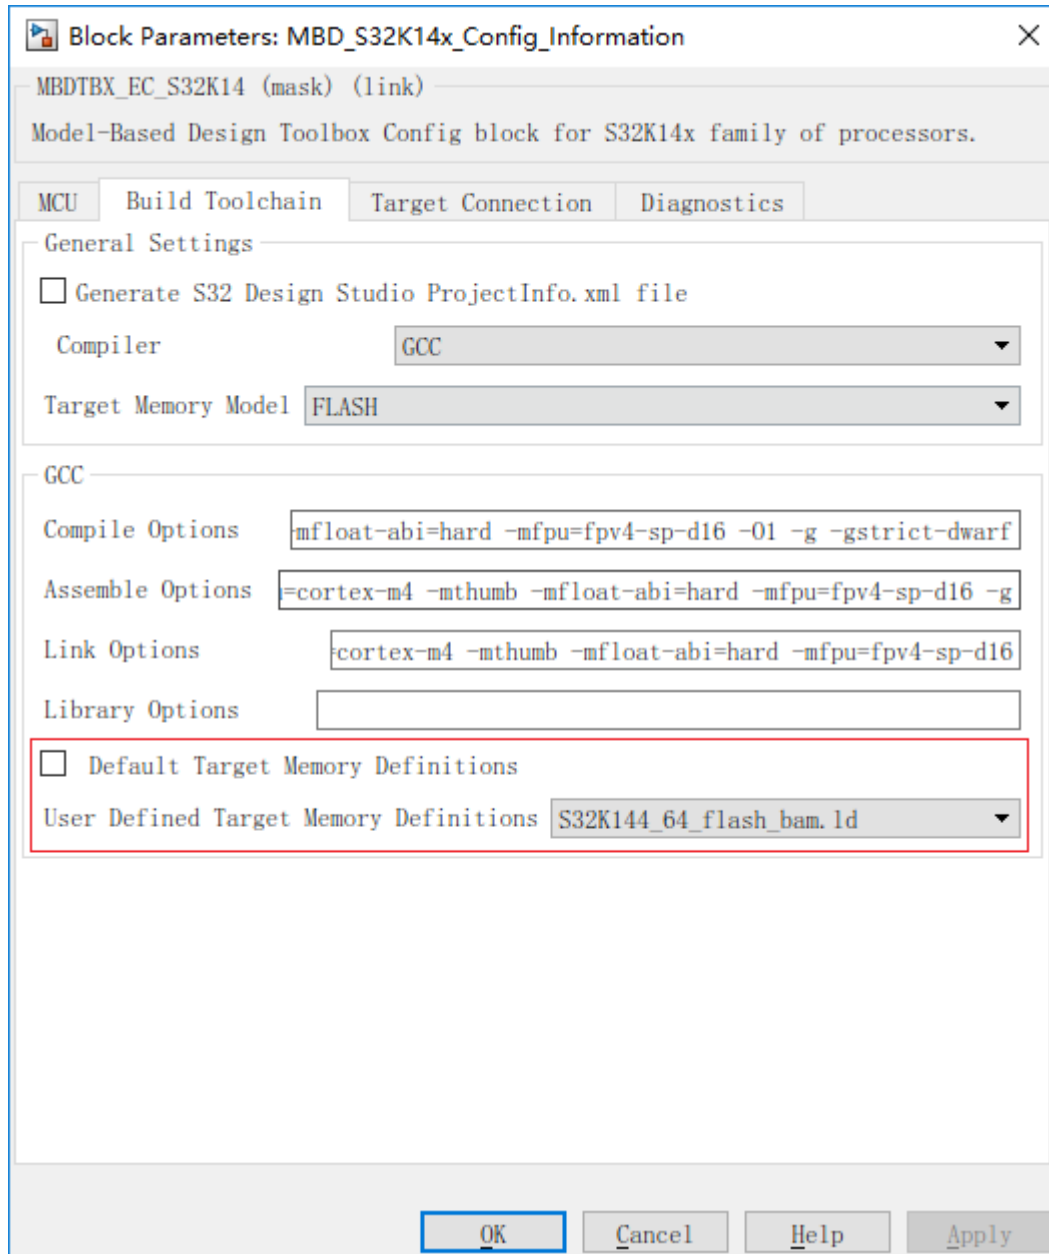

图 2-1 选择原有的 S32K144_64_flash_bam.ld (S32K144_64_flash_bam.ld 需修改)
- (1) Hypertrm 或者 SecureCRT 软件不具备 RAppID_BL.exe 的功能（被 MATLAB 远程调用）。
- (2) 链接文件如果选择 S32K144_64_flash_bam.ld，需要将其偏移地址改为 0x8000，如图 2-1。